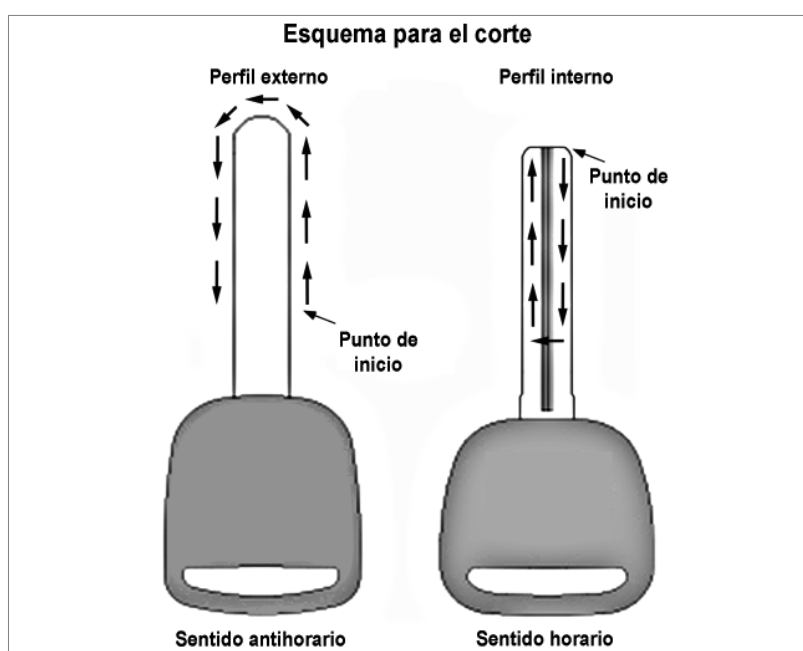

Fig. 15
- 3) Mediante la palanca (I) bajar el eje Z hasta que el palpador apoye ligeramente sobre una parte CORTADA de la llave original.
- 4) Efectuar un contacto ligero para apretar el mando de bloqueo (R) del eje Z para mantener el eje Z en su posición.
- 6) Tras haber fijado correctamente la llave original y la llave que cortar, presionar el pulsador (Q) de arranque del motor para accionar el motor de la fresa.
- 7) Determinar el punto de inicio del corte (Fig. 15).
- 8) Mediante la palanca (C), seguir el perfil de la llave original mientras que se trabaja con la fresa en la llave que cortar.